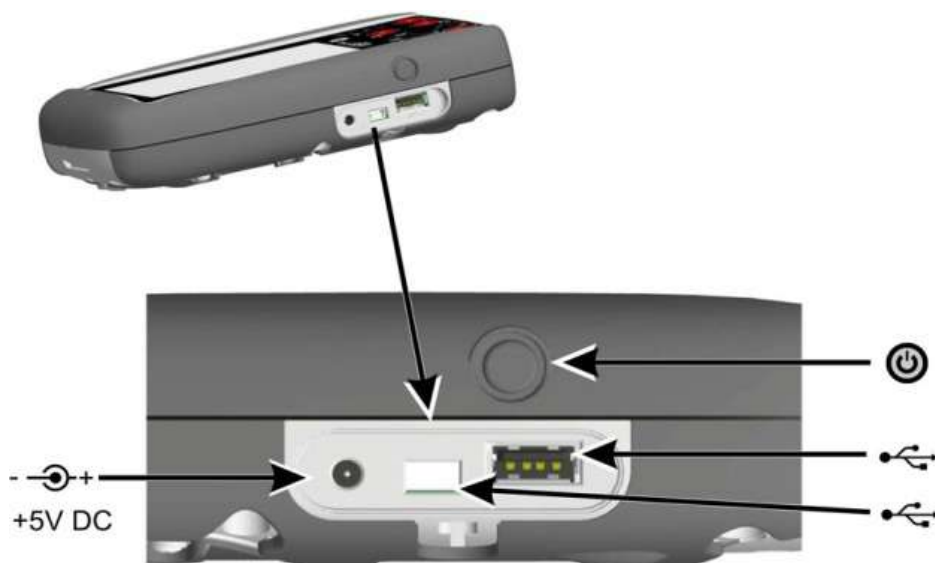

Рисунок 1-2
- 1. Подсоедините источник питания постоянного тока к разъему +5 В пост. тока на боковой панели устройства (см. рисунок 1-2).
- 2. Аккумулятор также можно зарядить с использованием соединений типа USB (см. рисунок 1-2).
Для включения прибора нажмите кнопку питания до тех пор, пока не загорится дисплей (см. рисунок 1-2).